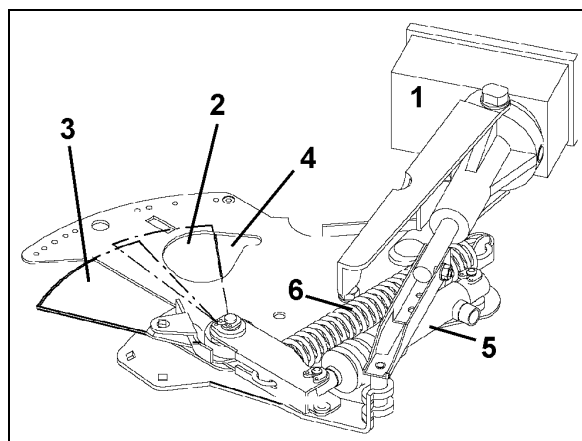
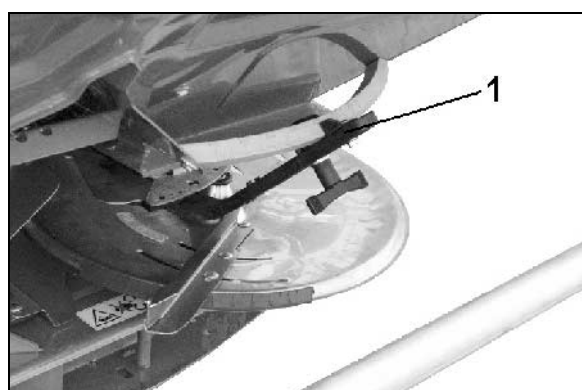

Fig. 12
Fig. 13
- elektronisk med kjørecomputeren. I den forbindelse frigir to doseringsspjeld (Fig. 12/2) som startes av servomotorer (Fig. 12/1), ulike åpningsbredder i gjennomløpsåpningene (Fig. 12/4).
- manuelt via stillespakene (Fig. 13/1) gjennom innstilling av ulike åpningsbredder for gjennomløpsåpningene (Fig. 12/4). Påkrevde spjeldstillinger i den forbindelse bestemmes enten ved hjelp av opplysningene i **spredetabellen** eller med **telleskiven**.
Gjennomløpsåpningene åpnes og lukkes ved hjelp av to andre spjeld (Fig. 12/3) hydraulisk (lukke) (Fig. 12/5) eller med trekkfjær (åpne) (Fig. 12/6).